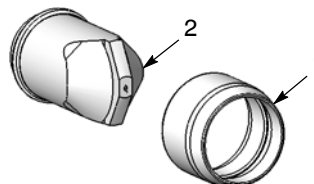

Рис. 21 Форсунка и накидная гайка
2. См. рис. 21. Вывернуть форсунку (2) из накидной гайки (1).